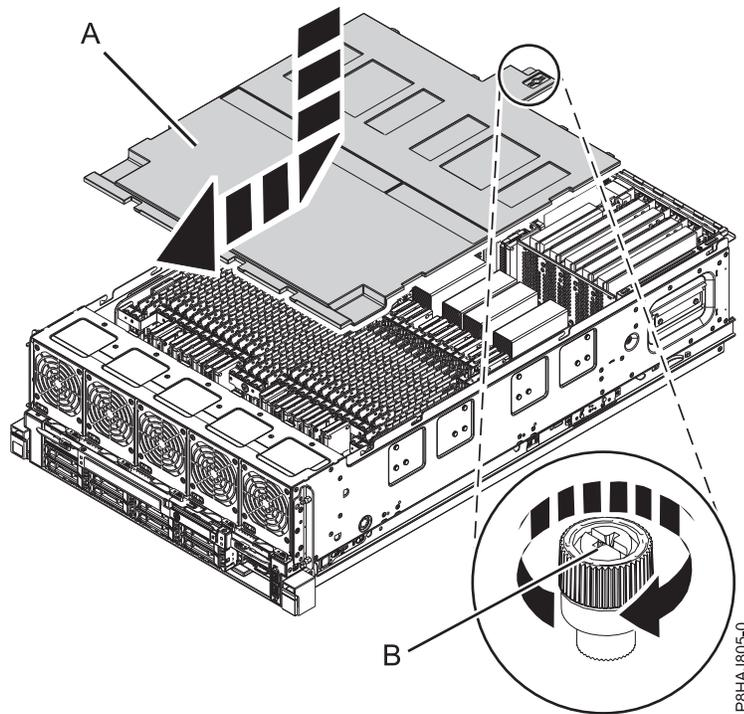

Abbildung 70. Sicherheitsabdeckung wiedereinbauen
2. Schieben Sie die Sicherheitsabdeckung (A) in Richtung Chassis.
3. Ziehen Sie die Rändelschraube (B) fest, indem Sie sie in die in Abb. 70 auf Seite 111 gezeigte Richtung drehen, um die Sicherheitsabdeckung am Chassis zu sichern.